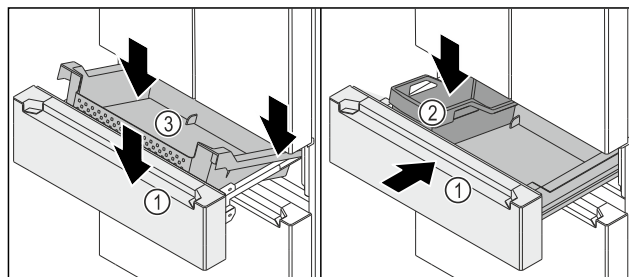

Fig. 152
- ❑ Le chariot à glissière Fig. 152 (1) est sorti.
- Positionner le bac Fig. 152 (3) sur l'arrière des rails, à gauche et à droite.
- Abaisser l'avant du bac Fig. 152 (3) de manière à ce que le bac Fig. 152 (3) entoure les rails à gauche et à droite.
- Installer la FlexBox Fig. 152 (2).
- Pousser le chariot à glissière Fig. 152 (1).